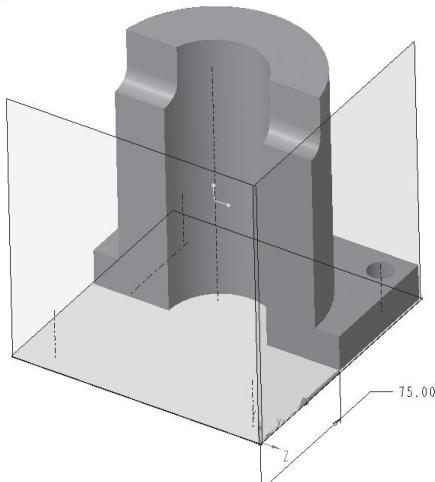

图 1-2-21 X 截面效果
(2) 单击“截面”下拉菜单的“X方向”按钮，设置“偏移”值为75.00(见图1-2-20)，用以显示X截面的视图效果(见图1-2-21)，单击“透视图”按钮，显示效